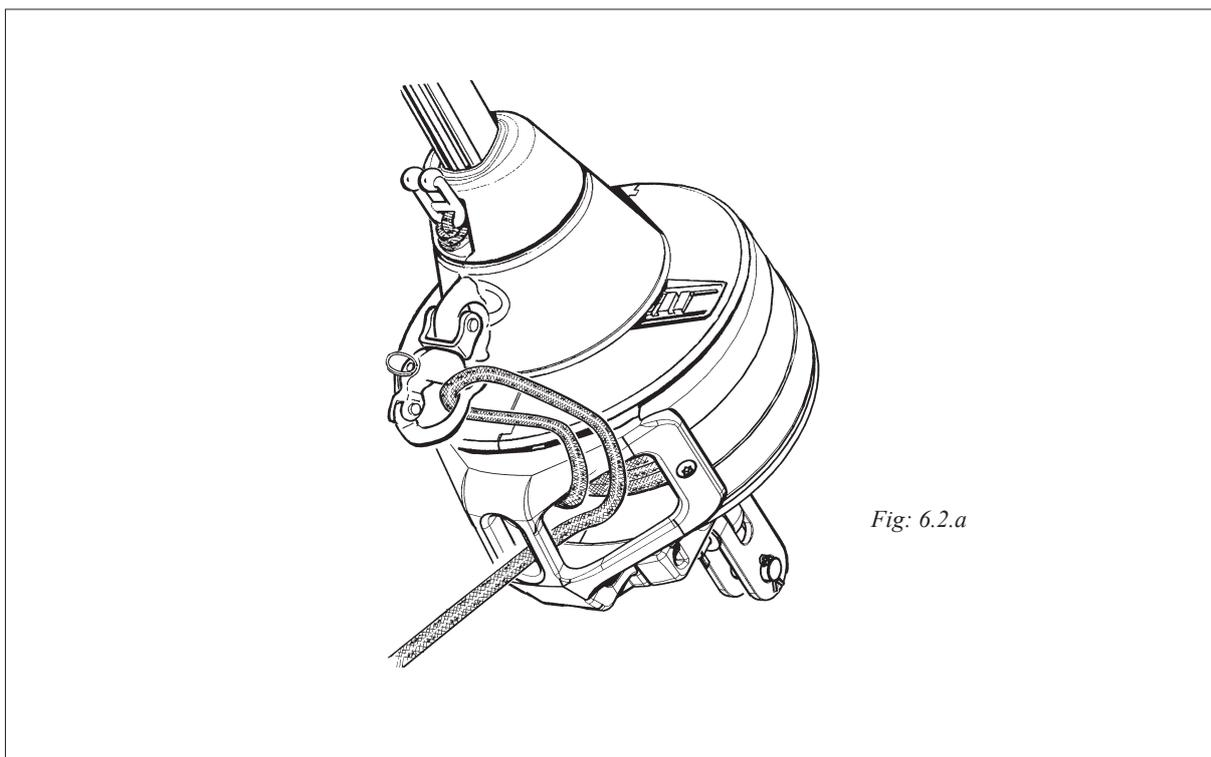

Fig: 6.2.a
- Per prevenire lo srotolamento accidentale della cima, farla passare attraverso il moschettone di mura. Veri fig: 6.2.a.